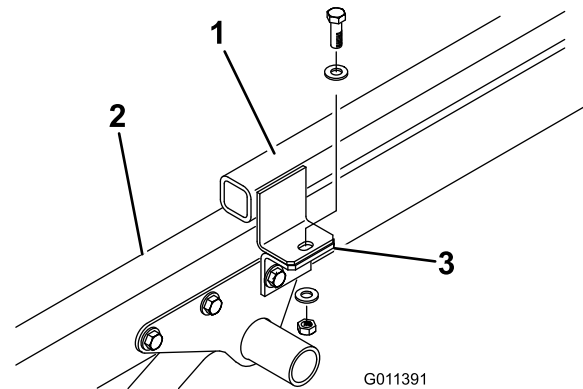

Figura 6
3. Remova o parafuso, (2) anilhas de chapa e porca de bloqueio fixando cada suporte de acessório às patilhas de suporte de engate (Figura 6).